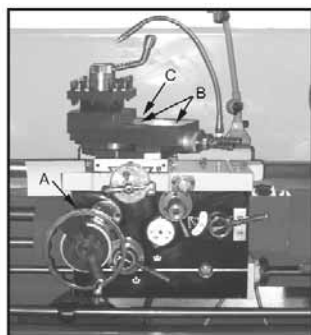

Fig. 7
5. Slæde: Smør smørepiplerne (A, Fig. 7) på håndhjulsakslen dagligt med Mobil DTE® Oil Heavy Medium.
6. Brille til grundholder: Smør de fire smørepipler (B, Fig. 7) øverst på grundholderslæden dagligt med Mobil DTE® Oil Heavy Medium.
7. Tværslæde: Smør smørepiplerne (C, Fig. 7) dagligt med Mobil DTE® Oil Heavy Medium.